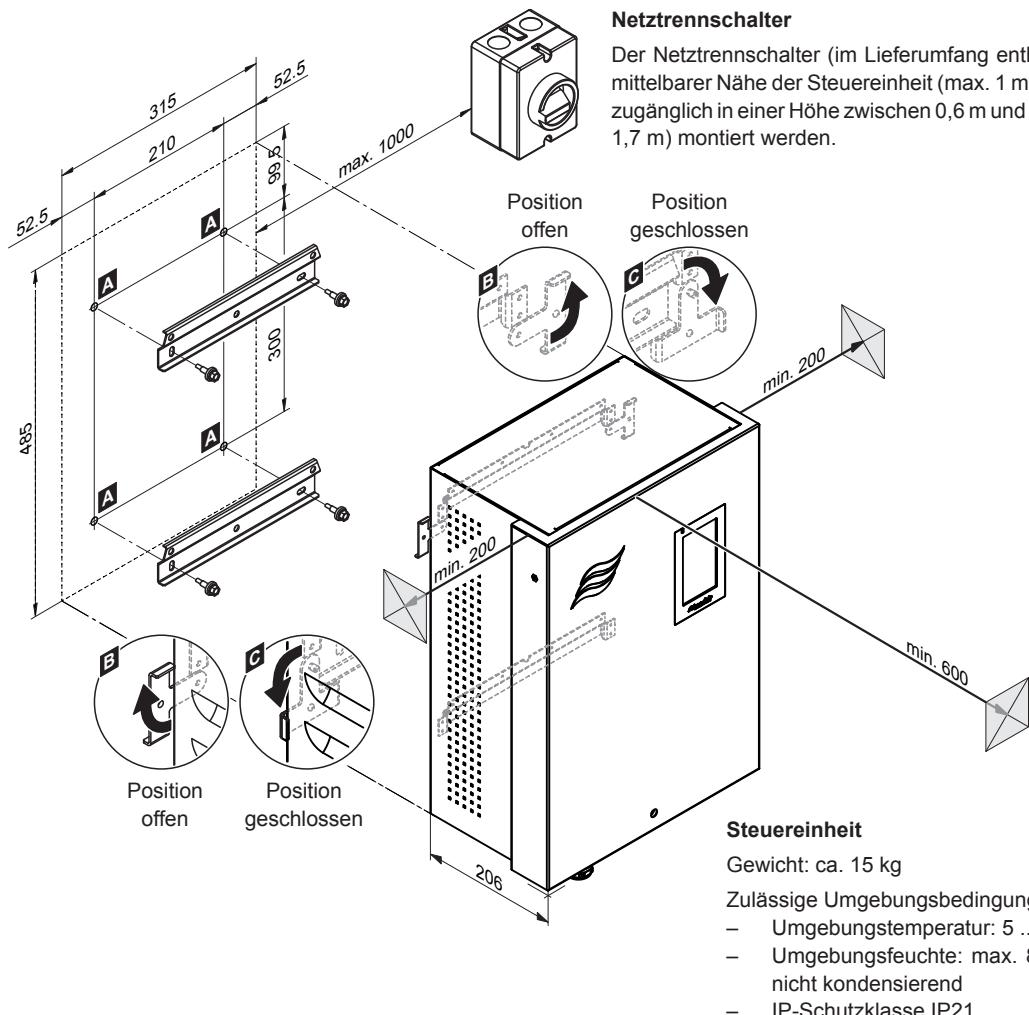

Abb. 35: Montage Steuereinheit - Masse in mm
- Die Arretierungslaschen auf beiden Seiten der Steuereinheit nach aussen drehen (geöffnete Position, siehe Detail "B" in Abb. 35).
- Die Steuereinheit in die Wandhalterungen einhängen. Anschliessend die beiden Arretierungslaschen auf der Rückwand der Steuereinheit nach innen drehen (geschlossene Position, siehe Detail "C" in Abb. 35), um die Steuereinheit an der oberen Wandhalterung zu fixieren.